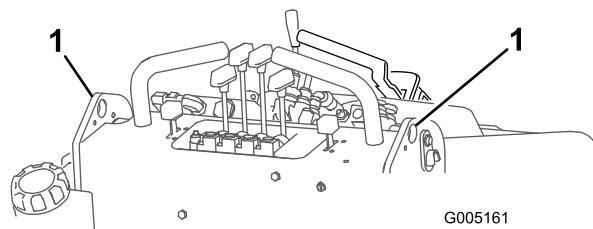

Figure 11
- Soulevez le groupe de déplacement en utilisant les deux points de levage (Figure 11) et placez-le sur une remorque.